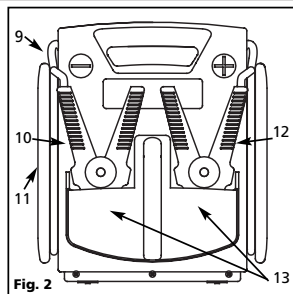

Fig. 2
3. Retire la pinza roja positiva (+) de su castillete (vea la fig. 2) presionando los mangos y tirando hacia arriba.
4. Retire la pinza negra negativa (-) (vea la fig. 2) de su castillete.